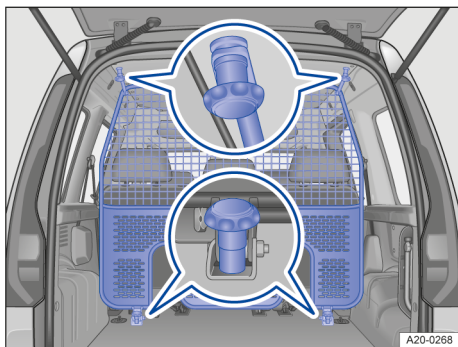

Fig. 153 În portbagaj: perete despărțitor reglabil amplasat în spatele celui de-al doilea rând de scaune.
3. Fixați peretele despărțitor reglabil cu șuruburi de plafon, în punctele de fixare din spate → fig. 153.
4. Înșurubați peretele despărțitor reglabil în elementele de ancorare inferioare → fig. 153.
3. Fixați peretele despărțitor reglabil cu șuruburi de plafon, în punctele de fixare din față → fig. 153.
1. Deșurubați șuruburile de fixare ale peretelui despărțitor reglabil din elementele de ancorare inferioare → fig. 153.
2. Deșurubați șuruburile de fixare ale peretelui despărțitor reglabil din punctele de prindere din plafon → fig. 153.